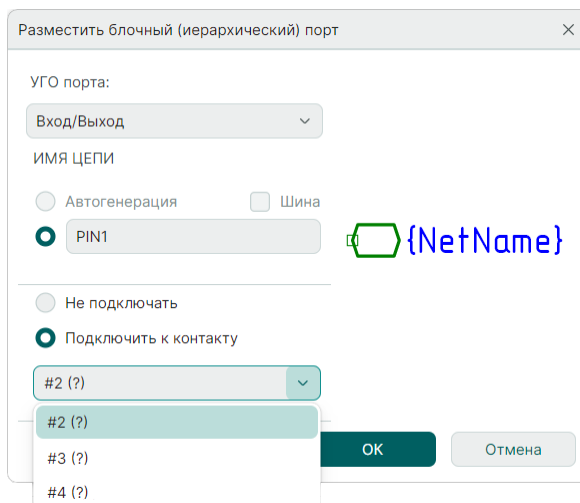

Рис. 272 Сопоставление блочного порта с выводом УГО блока
3. Сопоставьте блочный порт с выводом УГО блока. Данное действие доступно только в том случае, если для УГО блока были созданы выводы. Для сопоставления порта и вывода установите переключатель в положение «Подключить к контакту» и с помощью выпадающего списка выберите нужный вывод УГО блока, см. Рис. 272.